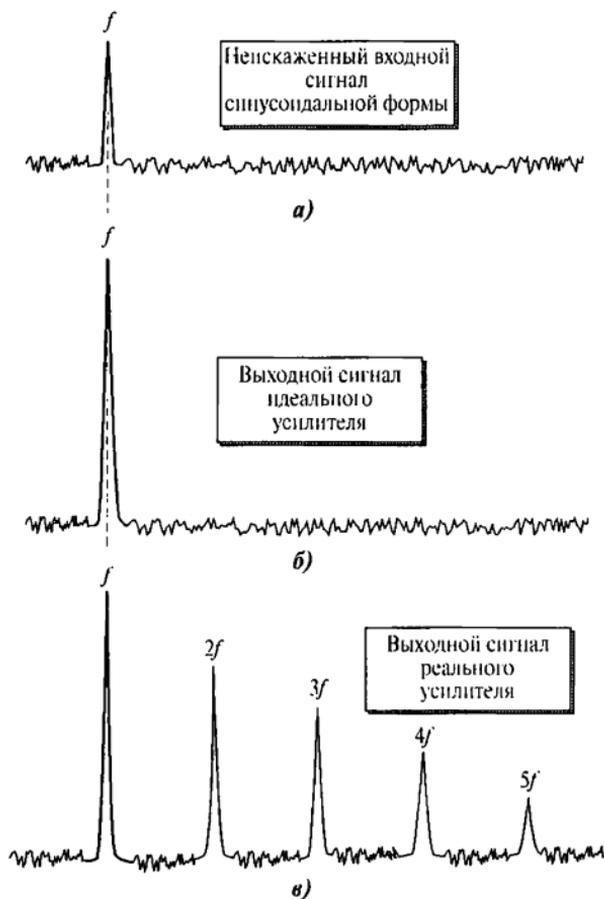

Рис. 2.22. Спектральные характеристики входного (а), выходного идеального (б) и выходного реального (в) сигналов
*Суммарное значение коэффициента нелинейных искажений.* Показатель линейности усилителя. Идеальный линейный усилитель не создает гармоник частоты входного сигнала. Реальные же усилители создают такие гармоники (Рис. 2.22).